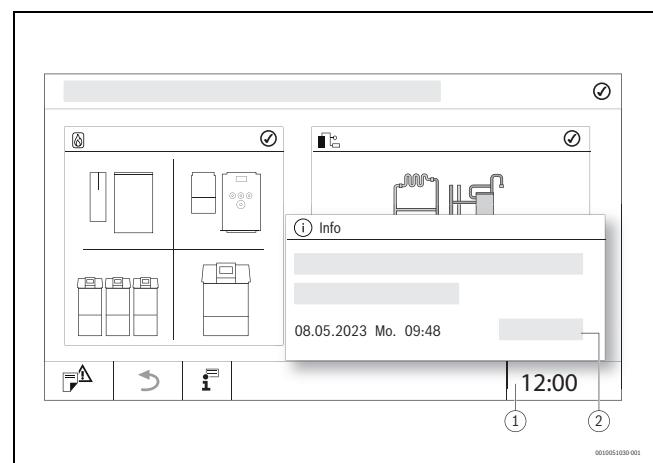

Bild 14 Systemzeit umstellen
- Uhrzeit (→ Bild 14, [1]) antippen.
- **Speichern** (→ Bild 14, [2]) antippen.